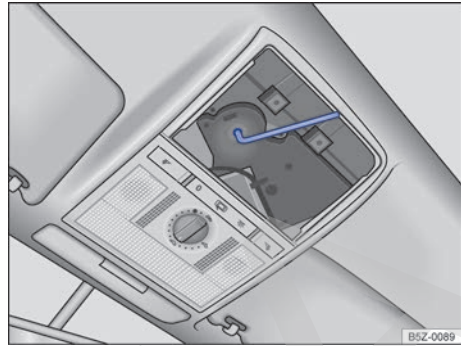

Fig. 156 Tornillo hexagonal para cierre del techo solar.
- Encaje una llave hexagonal común de 4 mm de tamaño en el tornillo hexagonal ⇒ fig. 156.